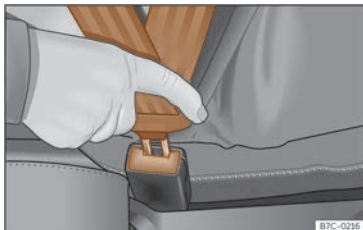

Fig. 23 Insérer la languette de la ceinture de sécurité dans son boîtier de verrouillage.
- Le pêne doit être inséré dans le boîtier de verrouillage du siège lui correspondant >>> **fig. 23.**